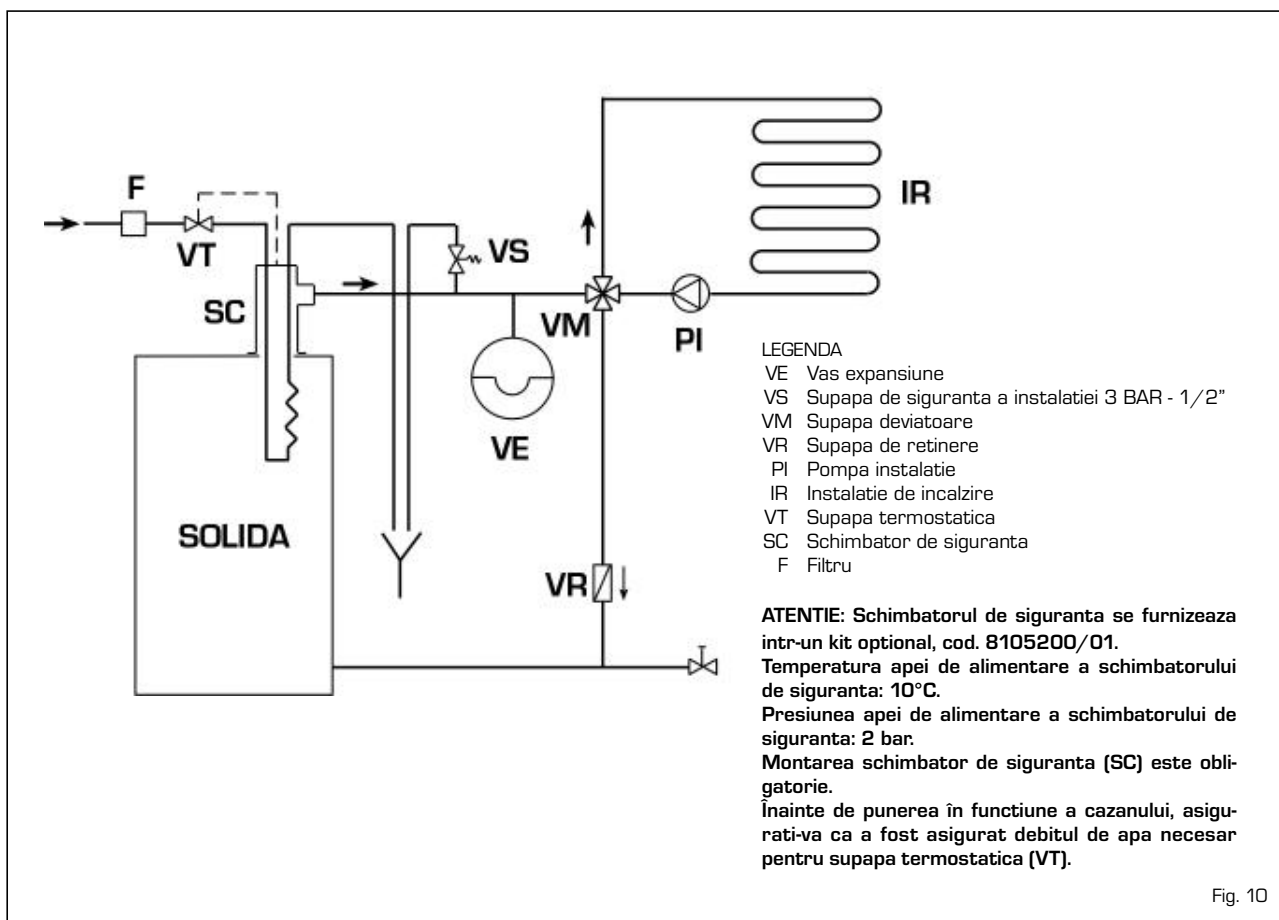

Fig. 10
4.8.2 Instalatia cu vas de expansiune închis si schimbator de siguranta cu valva termostatica (fig. 10)